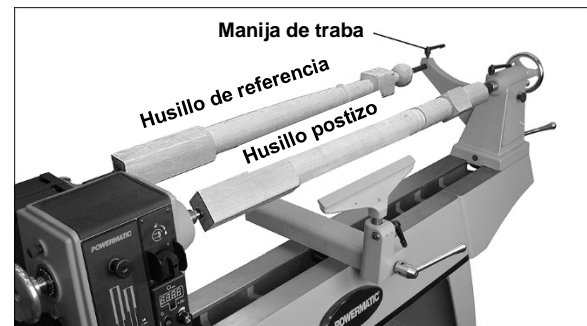

Figura 8-7: Comparador (mostrado con una extensión opcional de bancada de 20")
2. Instale el centro fijo del comparador en el soporte del contrapunto y apriete la manija de traba. Vea la Figura 8-7.
4. Monte el husillo de referencia entre los centros del comparador, según se muestra en la Figura 8-7.